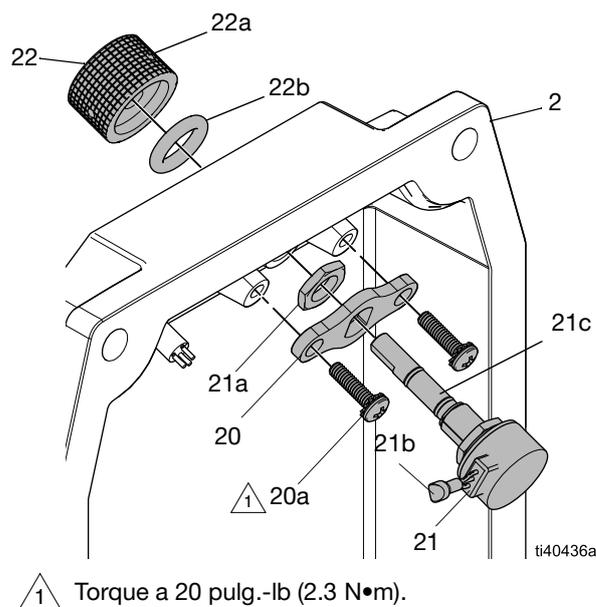

FIG. 10: Conjunto de la perilla de control
Ver FIG. 10.
2. Inserte el codificador (21) en el soporte de montaje de la perilla de control (20) y la tuerca (21a).
3. Apriete firmemente la tuerca (21a) en el codificador (21).
4. Inserte el conjunto del codificador (21) en el orificio de la perilla de control en la cubierta de control (2).
- NOTA:** Asegúrese de que el cable del codificador (21b) esté orientado correctamente para conectar fácilmente el cable al tablero de control. Ver FIG. 10.
5. Inserte los sujetadores (20a) a través del soporte de montaje de la perilla de control (20).
7. Instale el sello (22b) en la perilla de control (22).
8. Instale la perilla de control (22) en el eje (21c) en la cubierta de control (2). Asegúrese de que la marca en la perilla de control esté alineada con la posición de apagado (0) en la etiqueta de control (40).
9. Apriete firmemente los sujetadores de la perilla de control (22a). Asegúrese de que la perilla de control (22) gire correctamente.